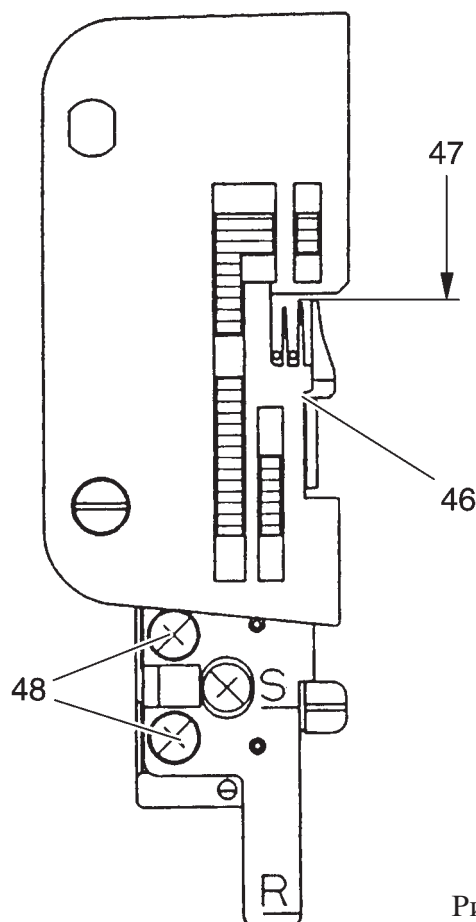

Рис. 36
Отцепной палец 46 должен находиться в параллельном игольной пластине положении, а его передний носик должен располагаться параллельно правому пальцу игольной пластины 47 (рис. 36).
- Перемещайте отцепной палец 46 вперед и назад до тех пор, пока его положение не будет соответствовать рис. 36.